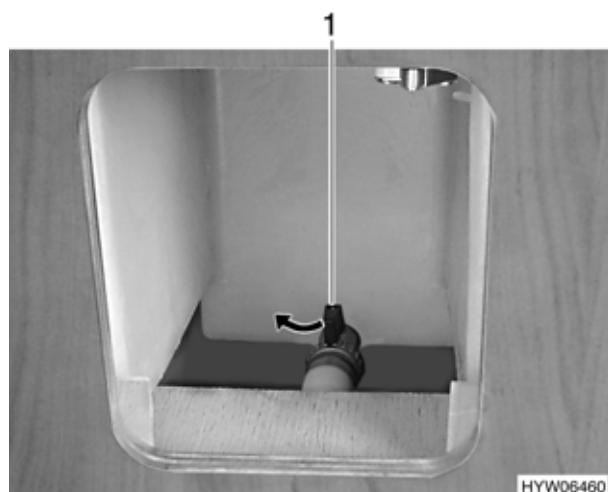

Fig. 173 Serbatoio dell'acqua, rubinetto di scarico acqua, aperto (variante 2)
Variante 2 (Fig. 173):
- Girare il rubinetto di scarico acqua (Fig. 173,1) per chiudere nella direzione indicata dalla freccia.
- Aprire il rubinetto di scarico acqua (Fig. 173,1).